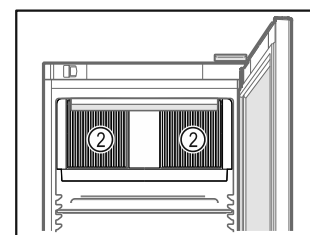

Fig. 60
- ❑ Ventilatiesleuf Fig. 60 (2) van de ventilator in de binnenruimte vrijhouden.